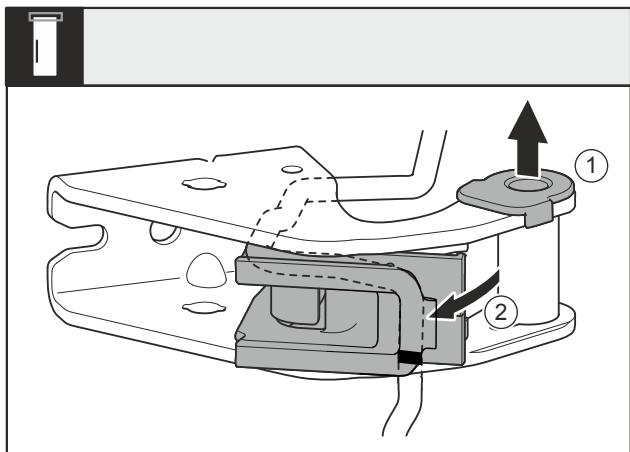

Fig. 26
- ▶ Wyjąć tuleję łożyskową Fig. 26 (1) z prowadnicy.
- ▶ Odchylić mocowanie kabla Fig. 26 (2).